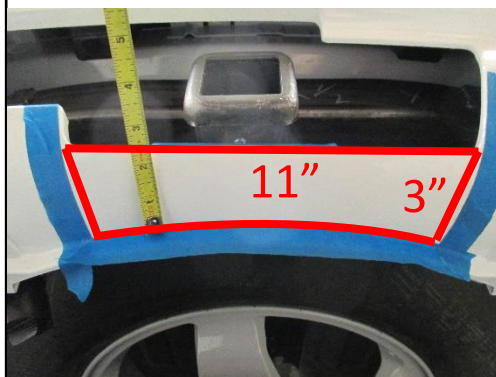

Figure 2
- À l'aide d'une douille 8 mm, retirer une (1) vis du côté arrière inférieur du passage de roue, des deux côtés.
- À l'aide d'une perceuse et d'un foret 3/16 po, retirer deux (2) rivets (Durango) ou quatre (4) rivets (Grand Cherokee) au-dessus de la vis précédemment retirée de chaque côté du véhicule.
- Tirer la doublure de passage de roue légèrement vers l'extérieur. Une fois la doublure déplacée, utiliser une douille 7 mm pour retirer une (1) vis située sous le couvercle de chaque côté du véhicule.
- À l'aide d'un embout Torx T30, retirer deux (2) vis situées près des feux d'arrêt, sous le hayon.
- (Durango seulement) Enlever le carénage et la garniture selon la Figure 2. **Nota** : S'assurer de garder la partie inférieure du carénage attachée, découper le long de la ligne rouge seulement.
2.) (Durango seulement) Abaisser l'échappement : Utiliser une pince pour échappement pour détacher les deux (2) supports d'échappement de chaque côté du véhicule. **Nota** : S'assurer que l'échappement est supporté avant de l'abaisser.
- a.) À l'aide d'une douille 8 mm, retirer une (1) vis du côté arrière inférieur du passage de roue, des deux côtés.
- b.) À l'aide d'une perceuse et d'un foret 3/16 po, retirer deux (2) rivets (Durango) ou quatre (4) rivets (Grand Cherokee) au-dessus de la vis précédemment retirée de chaque côté du véhicule.
- d.) Tirer la doublure de passage de roue légèrement vers l'extérieur. Une fois la doublure déplacée, utiliser une douille 7 mm pour retirer une (1) vis située sous le couvercle de chaque côté du véhicule.
- e.) À l'aide d'un embout Torx T30, retirer deux (2) vis situées près des feux d'arrêt, sous le hayon.
- f.) (Durango seulement) Enlever le carénage et la garniture selon la Figure 2. **Nota** : S'assurer de garder la partie inférieure du carénage attachée, découper le long de la ligne rouge seulement.
2.) (Durango seulement) Abaisser l'échappement : Utiliser une pince pour échappement pour détacher les deux (2) supports d'échappement de chaque côté du véhicule. **Nota :** S'assurer que l'échappement est supporté avant de l'abaisser.